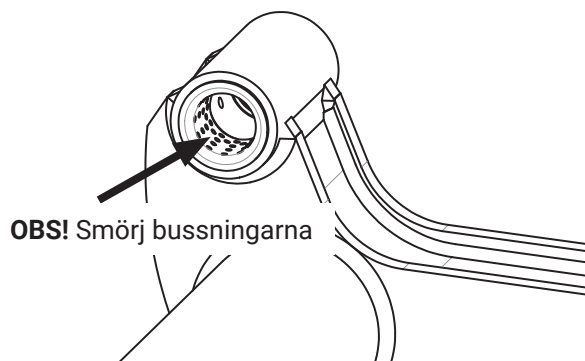

Bild 33. Var noga att initialsmörja metallbussningar
2. Smörj metallbussningarna på övre lagring av arm, se till att de små hålen på bussningens insida är fyllda med fett. Se Bild 33.